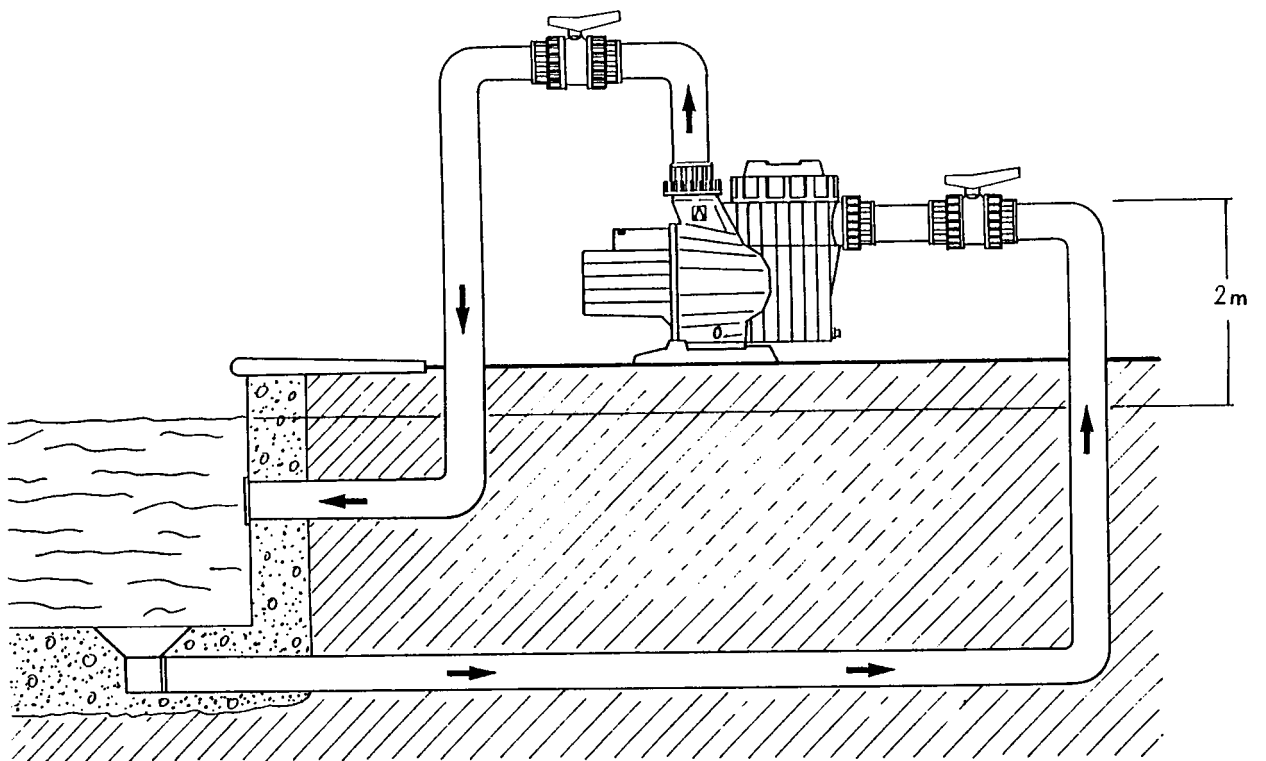

Fig 2
- Mätt från suganslutningen kan pumpen placeras ned till 5 m under och upp till 2 m ovanför vattenytan (Fig. 2).